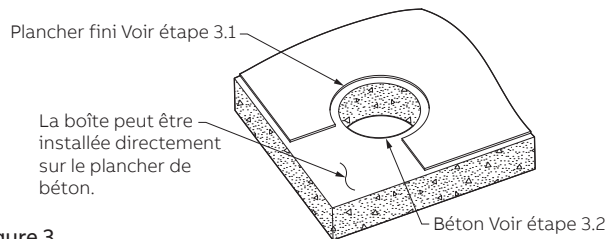

Figure 3
3.2 Percez un trou de 6 po (152 mm) de diamètre à l'aide d'un foret-aléueur. Le diamètre du trou pourrait être de 6 1/8 po (156 mm) en raison de la mèche et de la tolérance de construction du chantier. (Voir figure 3)